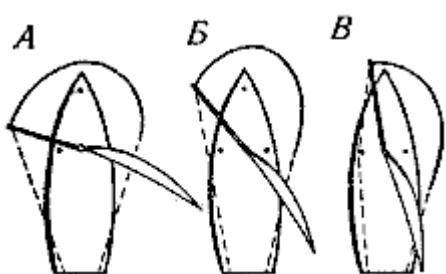

Рис. 114. Схема несения спинакера на разных курсах
**На курсе фордевинд** спинакер надо нести так, чтобы спинакер-гик почти касался наветренных вант (**рис. 114, А**), а шкот потравить как можно больше: спинакер должен уйти вперед и принять возможно более «пузатую» форму, а спинакер-гик — продолжать линию грота-гика с наветренной стороны мачты.
**На курсе бакштаг** нести спинакер легче, так как он работает даже в слабый ветер и меньше загораживается гротом. Брас травят таким образом, чтобы спинакер-гик стоял между вантами и штагом. На курсе крутой бакштаг вместе со спинакером можно нести и стаксель, хотя заставить его работать нелегко (**рис. 114,Б**)
**На курсе галфвинд** спинакер-гик стравливают до штага (**рис. 114, В**). Спинакер на этом курсе очень мешает работе грота, кренит яхту и нижней шкаториной цепляет за волны. Поэтому для галфвина шьют специальные спинакеры (более плоской формы и меньшего размера).